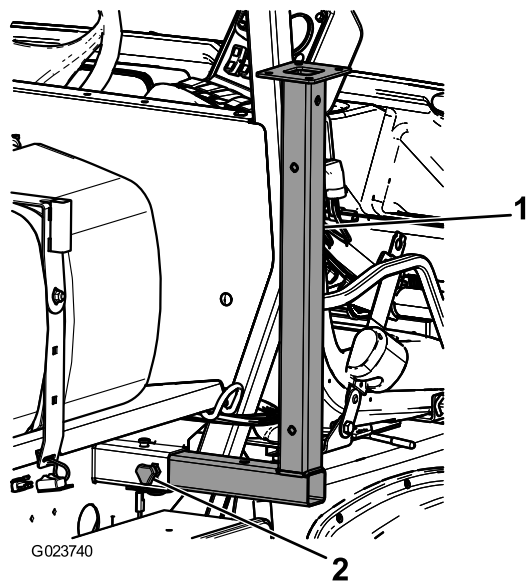

Рисунок 50
1. Вставьте передние подъемные опоры верхней стороной вниз в раму рядом с передними точками крепления (Рисунок 50).